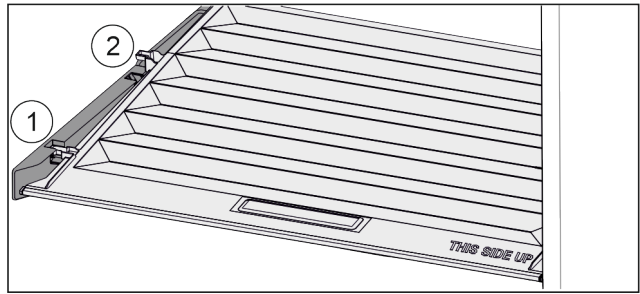

Fig. 29
- ▶ Deksel tot de opening in de vasthouddelen naar voren trekken Fig. 29 (1).
- ▶ Aan de achterkant vanaf de onderkant omhoog tillen en vanaf de bovenkant verwijderen Fig. 29 (2).